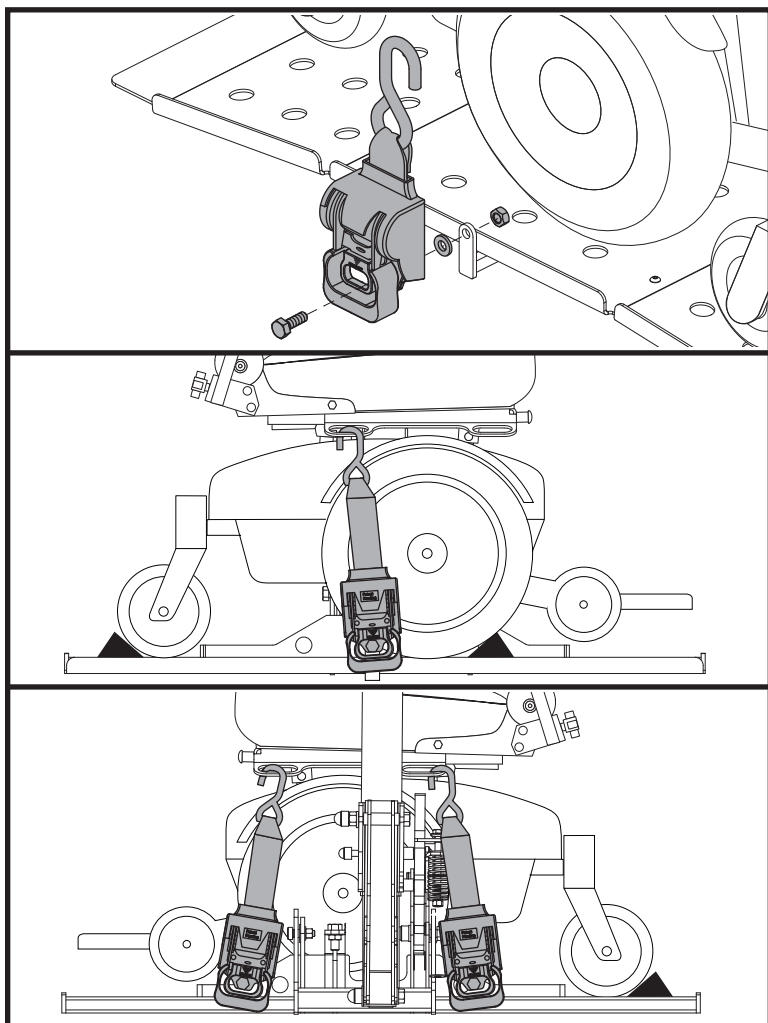

Figura 6. Instalación de las correas de sujeción retráctiles
2. Alinee el enganche de la correa con el orificio de montaje de la plataforma. **Ver figura 6.**
3. Instale el material. **Ver figura 6.**